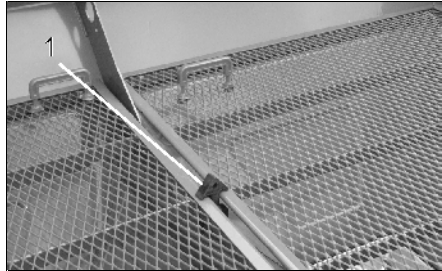
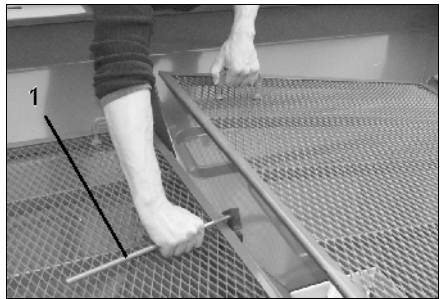

Fig. 58
Fig. 59
- Verriegelung (Fig. 58/1) mit Hilfswerkzeug (Fig. 59/1) um 90° verdrehen.